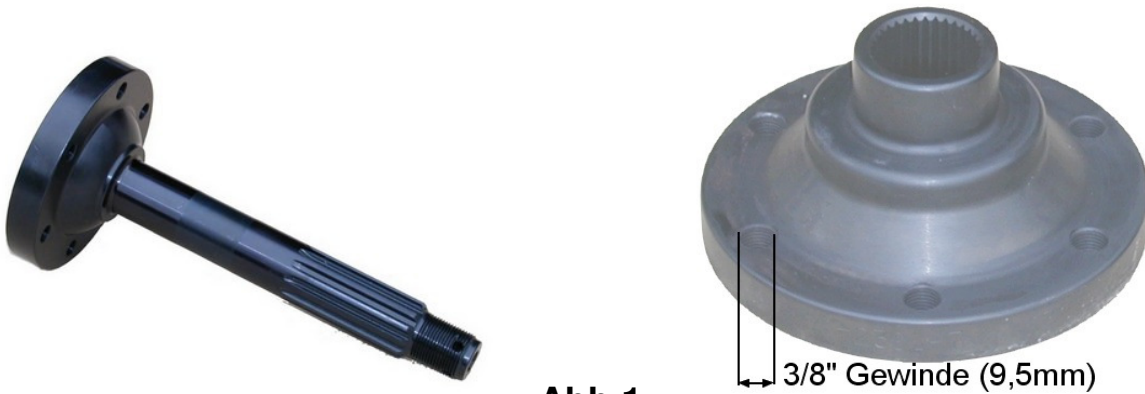

Abb.1
- Diese Zollschrauben passen jedoch durch ihren größeren Gewindedurchmesser (**Abb.1**) von 9,5mm (3/8") nicht durch die serienmäßigen Bohrungen (ca. 8,4mm) der Befestigungslöcher eines Gleichlaufgelenkes von einem serienmäßigen T1, T2 Bus- oder Porsche Typ 930-Getriebe.